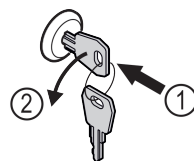

Fig. 160
- ▶ Włożyć kluczyk. Fig. 160 (1)
- ▶ Przekręcić kluczyk o 90° w lewo. Fig. 160 (2)